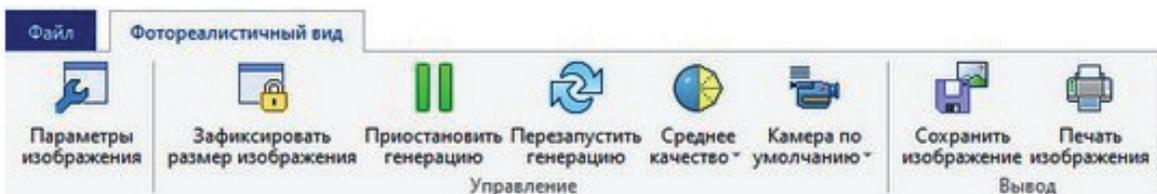

Рис. 29. Панель инструментов в режиме *Фотореалистичный вид*
3.2. Рассмотрим основные кнопки на панели инструментов в данном режиме (рис. 29).